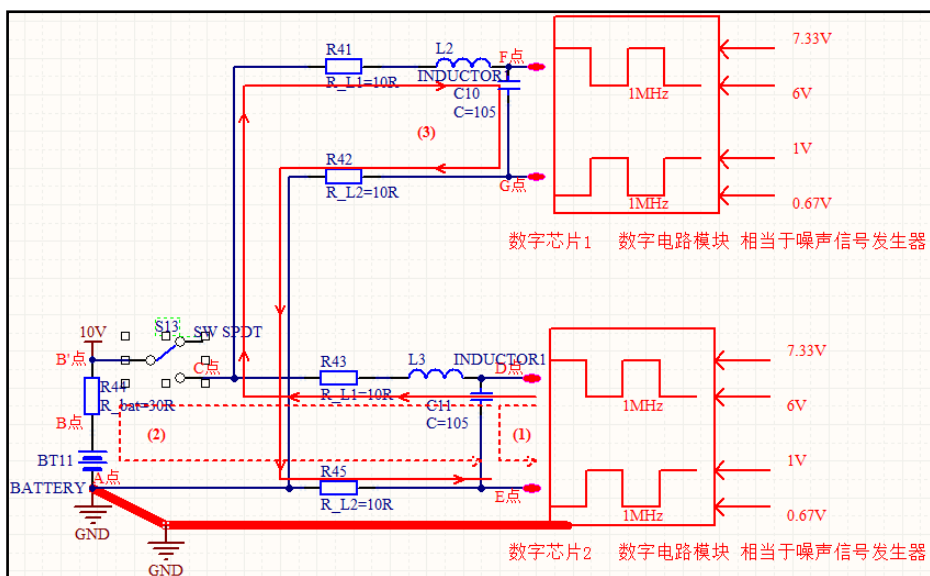

图 5.3-1
回归到第 4 节的电路图，如下面图 5.3-1。由于电感隔离的能力有限，且这种类型的电路中总会有“(2) 和 (3)”这种环流存在。所以如果想进一步减小环路辐射，只能通过以下方法：“减小环路面积来减小电磁辐射”。而铺地是一种非常简便的减小环路面积的方法。当地线“铺铜”后，地线增粗，PCB 上原无铜箔的平面被盖住，信号线与地间的环路、电源纹波与地间的环路都会相应减小，所以成功地减小了环路辐射问题。